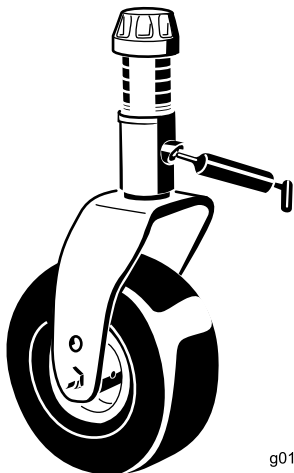

Figura 44
- Casquillo del eje de la horquilla de la rueda giratoria (1) (Figura 44)
- Casquillo del pivote del brazo tensor — situado en el brazo tensor (1)